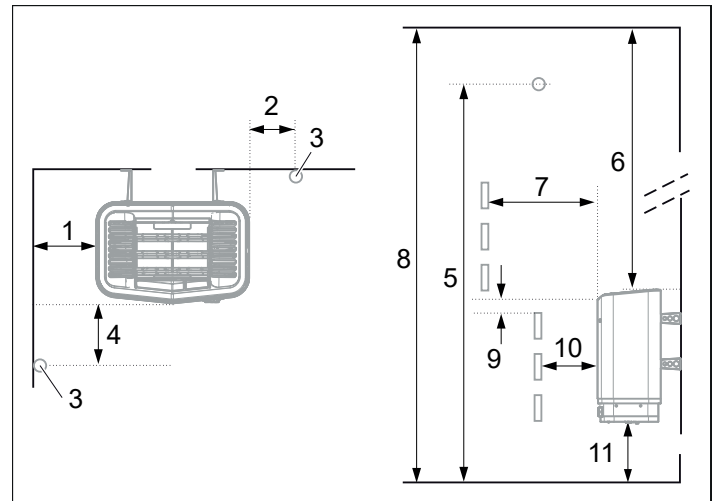
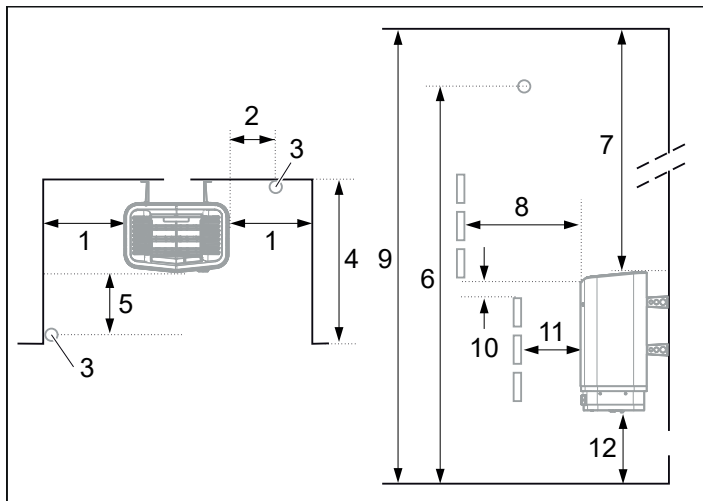

Figure 4 : Positionnement du poêle - installation normale
Figure 6 : Positionnement du poêle - installation en niche
- Déterminez le positionnement de la sonde (voir figure 4 et figure 6)
- sur le même mur que la porte (ou la cloison latérale s'il est très près du passage de porte). Le poêle peut également être placé dans une niche (voir figure 6).
- Positionnez le poêle à bonne distance du sol, des murs latéraux et des aménagements intérieurs (voir figure 4).
Positionnez la sonde conformément à l'illustration (voir figure 4).
1. Positionnez le poêle à bonne distance du sol, des murs latéraux et des aménagements intérieurs (voir figure 6).
2. Positionnez la sonde conformément à l'illustration (voir figure 6).